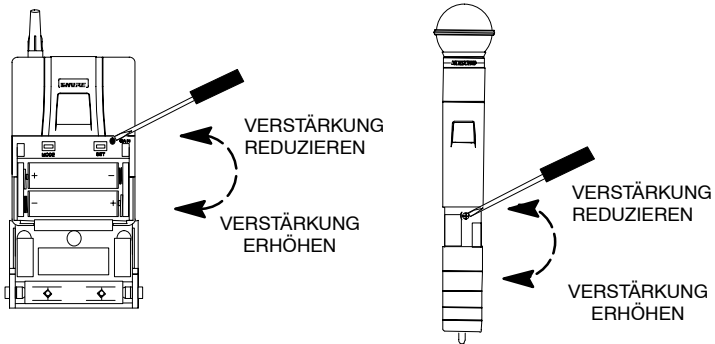

ABBILDUNG 47
EINSTELLEN DES AUDIOPEGELS AM SENDER (ABBILDUNG 47)
Mit der Werkseinstellung (-6 dB), die sich für die meisten Anwendungssituationen eignen sollte, beginnen. Falls die Verstärkungseinstellung (siehe Abbildung 47) des U1 unzureichend ist, den *Dämpfungs*-Regler wie folgt drehen:
9. Den *Verstärkungs*-Regler wieder so einstellen, daß die rote „Audio“-LED am Empfänger U4 nur gelegentlich bei den stärksten Spitzen einer Vorstellung flackert (siehe Abbildung 47).